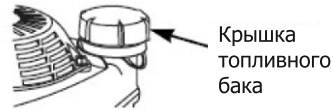

Рис. 11
- Открутите крышку топливного бака (рис. 11).